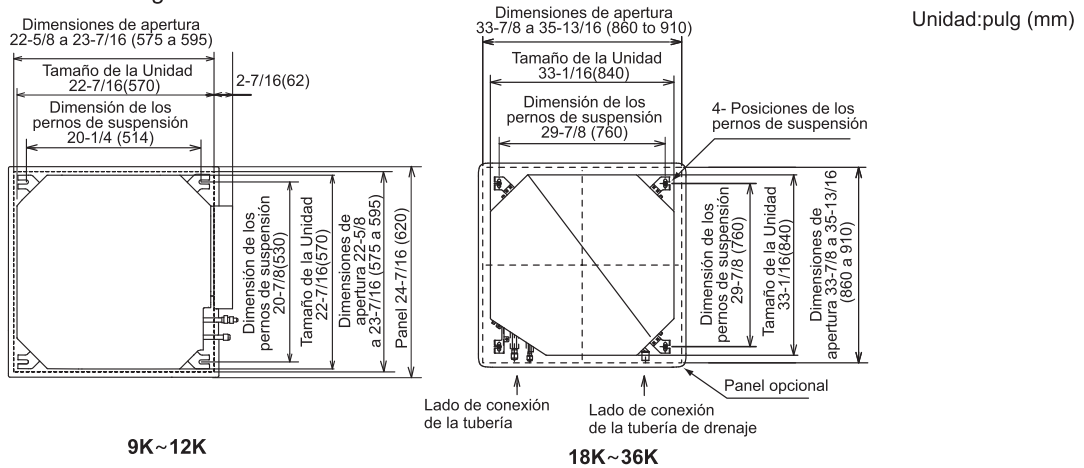

Fig 3.3 Apertura del falso techo y pernos de suspensión
- (2) Corte el área para la unidad interior en el techo falso e instale los pernos de suspensión, como se muestra en la Fig. 3.3.